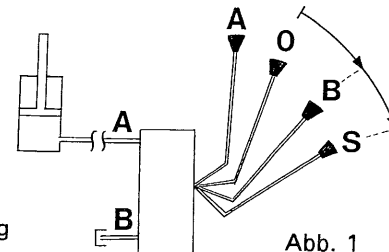

Abb. 1
Wichtiger Hinweis: (Abb. 1)
- Vor dem Anhängen von Geräten an die Dreipunktaufhängung ist der Hydraulikschalthebel (Seite 44 Abb.1) in Position 0 (Neutralstellung) zu bringen.